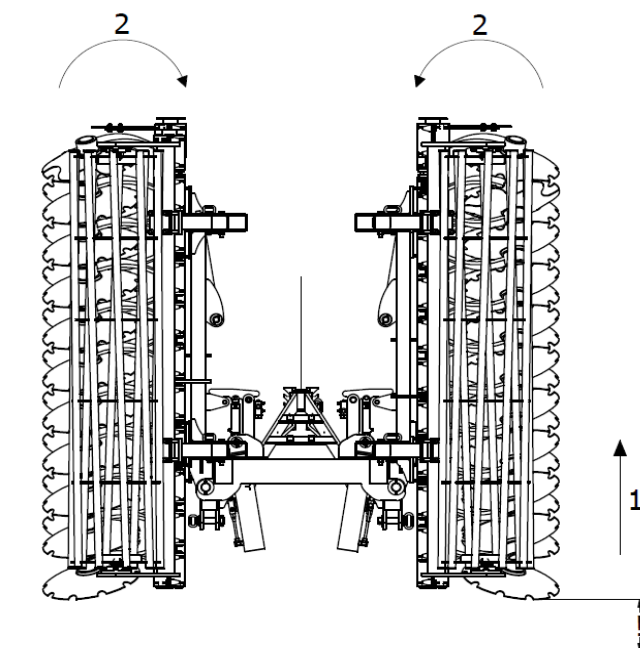

Abb. 8 Reihenfolge der Öffnung der Maschine: 1 - die Maschine bis zum Maximum anheben, 2 - die Flügel der Maschine in die „geschlossene“ Position klappen.
1. Zunächst muss die Maschine so weit wie möglich angehoben werden, damit sie korrekt zusammengeklappt werden kann und die Klapparme während der Bewegung nicht am Boden hängen bleiben (Abb. 8).
2. Im nächsten Schritt werden die Flügel der Maschine hydraulisch in die „geschlossene“ Position geklappt, um sicherzustellen, dass der Flügelverriegelungsmechanismus entriegelt wird und die Arme der Maschine zu einem späteren Zeitpunkt geöffnet werden können. Dieser Vorgang ist jedes Mal erforderlich, wenn die Arme geöffnet werden (Abb. 8).